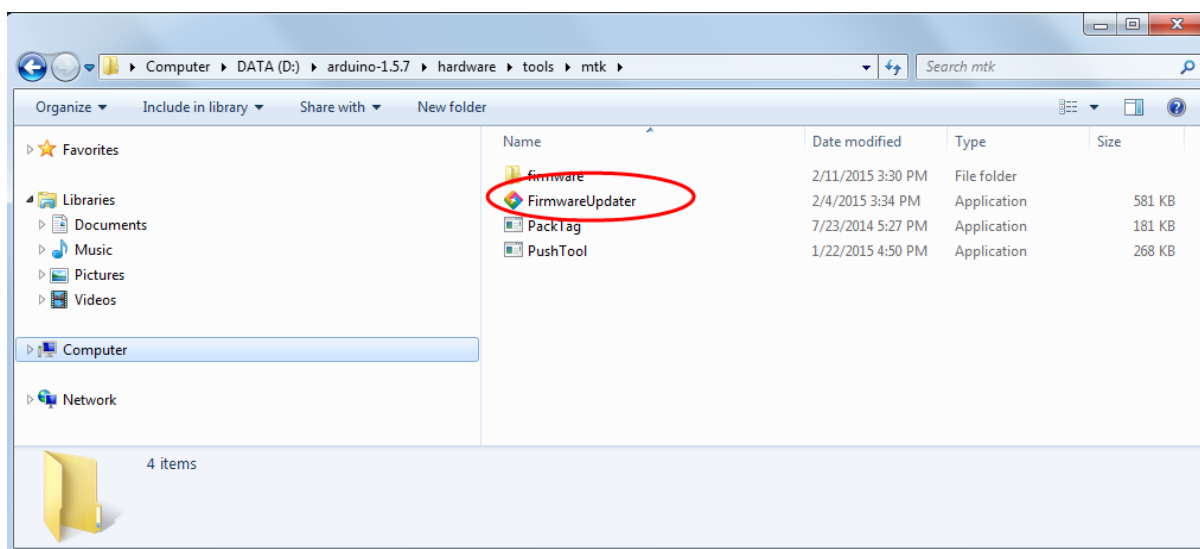

图 21 在 Arduino IDE 文件夹内 LinkIt Firmware Updater 的位置
- a) 在 Windows,它位于 Arduino 软件文件夹内的 hardware/tools/mtk , 如图 21。